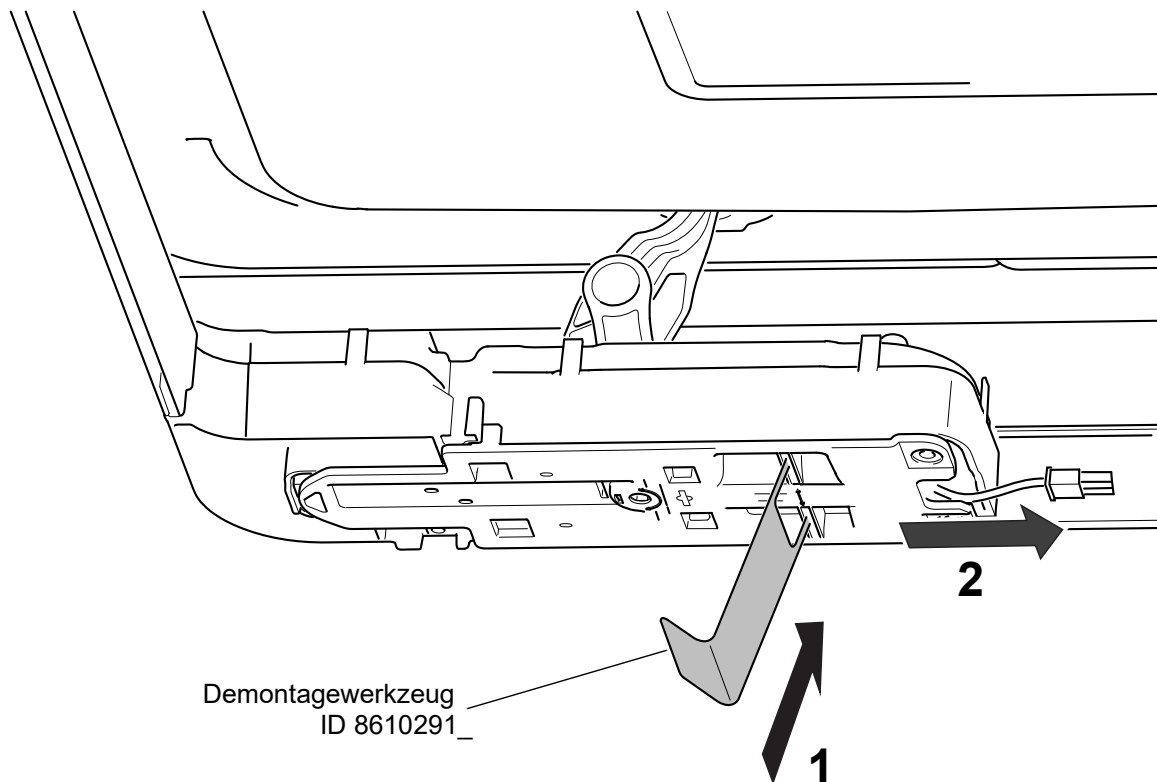

Abb. 806
4. Demontagewerkzeug ID 8610291_ in die beiden Öffnungen am Boden der Ausstellmechanik einführen (siehe Abb. 806).